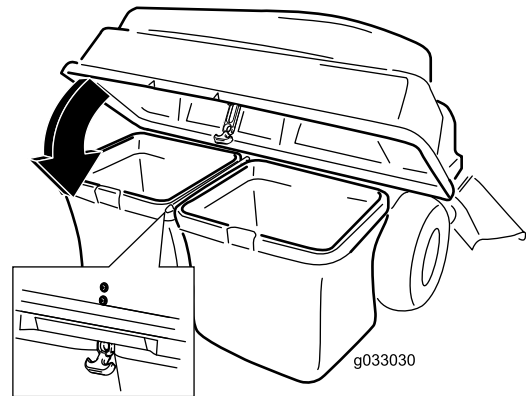

Figura 18
5. Abbassate il coperchio del sistema di raccolta sui cestri (Figura 18).